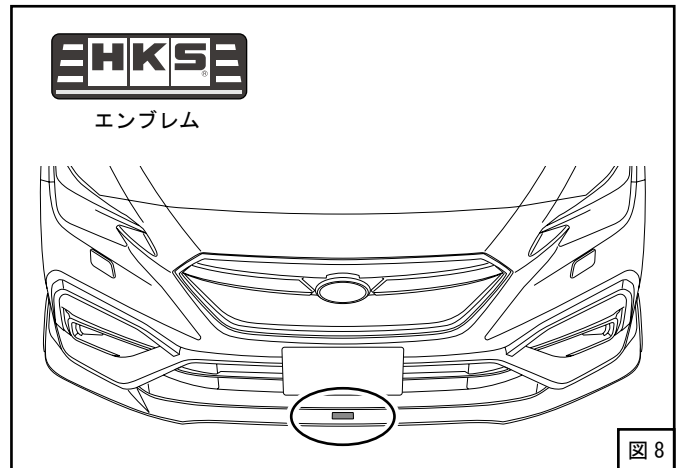

図8
- (10) フロントアンダーカバーを元のように取付けてください。
- (11) クリップ9個を元のように取付けてください。
- (12) 両面テープの剥離紙を切れないようにゆっくりと剥がし、フロントスポイラーを押し当てながら両面テープを貼付けてください。
- (13) 取付け状態を確認し、浮きやガタツキがないか確認してください。
- (14) 貼付け箇所を脱脂してお好みでエンブレムを貼付けてください。(図8) 推奨位置を図8にて示します。